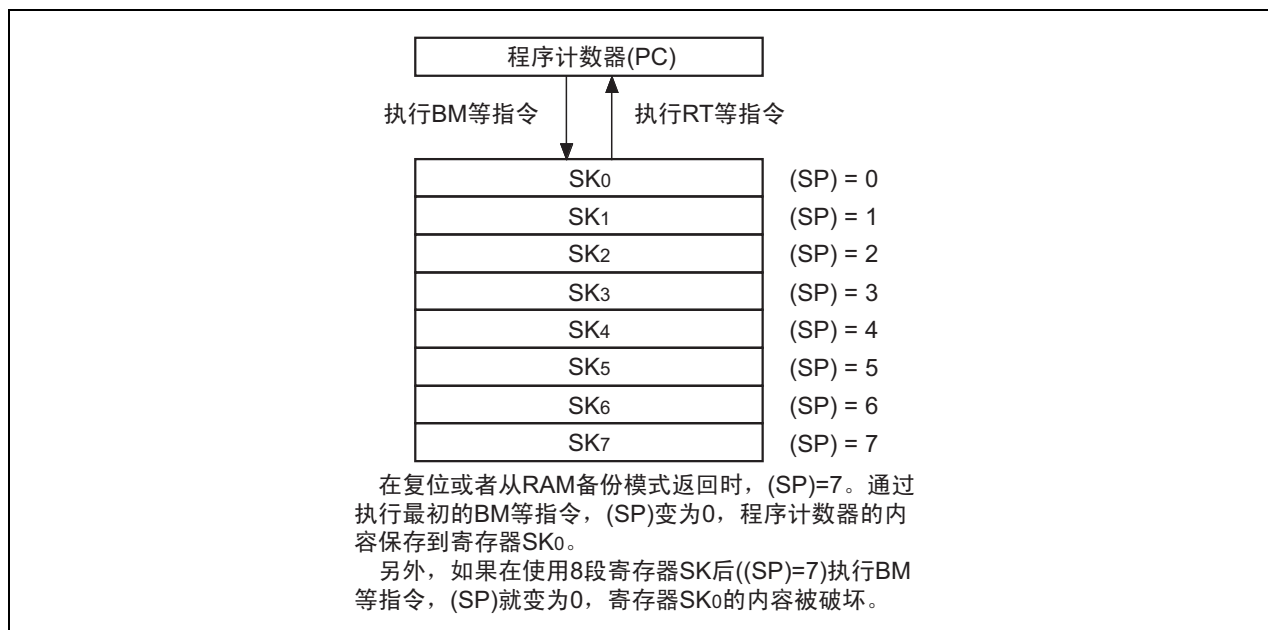
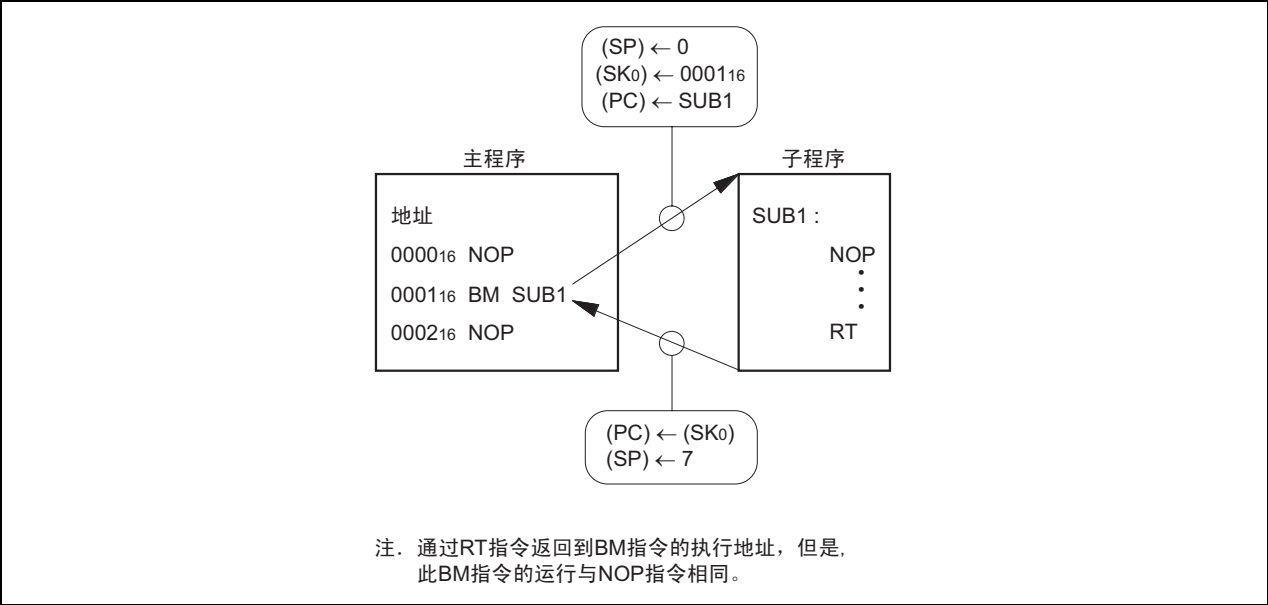

图 BA-5 堆栈寄存器 SK 的结构
图 BA-6 子程序调用时的运行例子
另外，由 3 位构成的堆栈指针 (SP) 自动指定寄存器 SK 的嵌套，堆栈指针的内容能通过 TASP 指令传送到寄存器 A。寄存器 SK 的结构如图 BA-5、子程序调用时的运行例子如图 BA-6 所示。